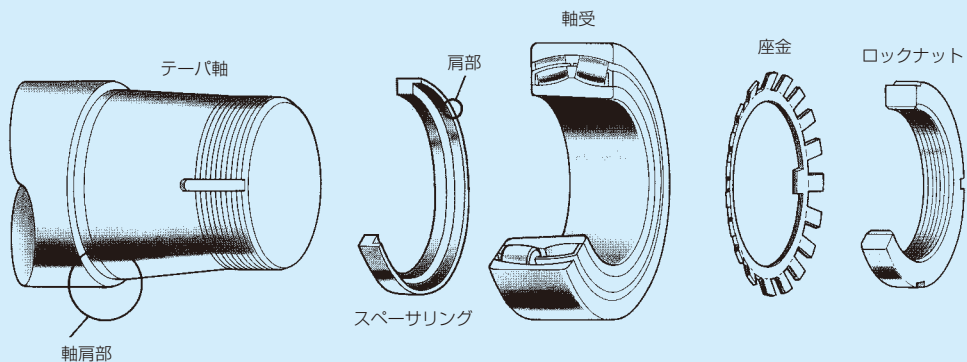

図6.24 スペーシングのある場合
- (ロ) スペーサリングを用いている場合 (図6.23, 図6.24)